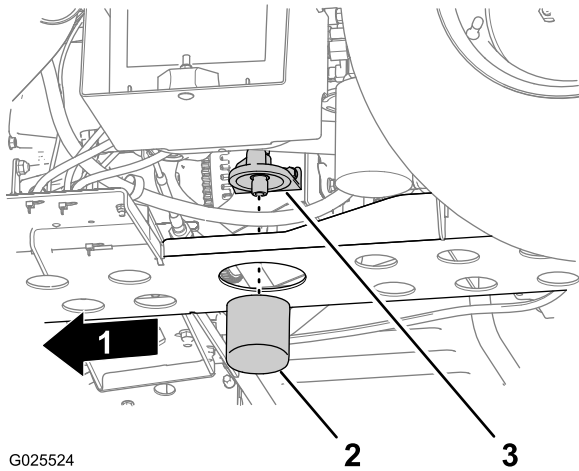

Bild 55
4. Nehmen Sie den Ölfilter vom Filteradapter ab (Bild 55).
5. Wischen Sie die Dichtung des Filteradapters ab (Bild 55).
7. Schrauben Sie den Filter auf, bis die Dichtung die Dichtung des Filteradapters berührt. Ziehen Sie den Filter dann noch um eine 1/2 bis 2/3 Umdrehung an (Bild 55).